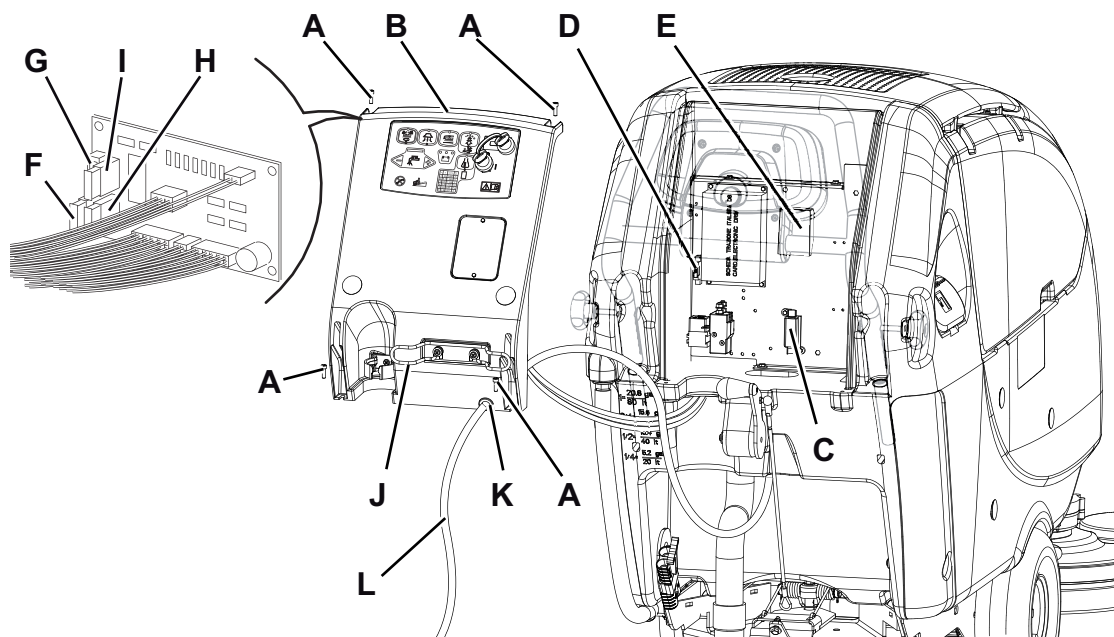

Figure 9
1. Débrancher le connecteur (12) des batteries.
2. Déplacer le tuyau de vidange de l'eau de récupération (16).
3. Si équipé, déposer le câble (L, Fig. 9) du chargeur de batterie du logement (J).
4. Déposer les vis (A) et déplacer le tableau (B) avec soin en dégageant la bague en caoutchouc (K) de son logement dans le tableau (B).